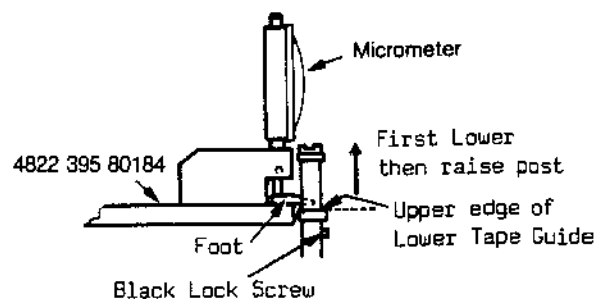

Fig. 2-12
- Die beiden Bandführungen P2 und P3 mit dem Einstellschraubendreher so stellen, daß die Höhe der in Fig. 2-12 dargestellten Lage entspricht, d.h., der Unterflansch der Bandführungen muß niedriger liegen als die Oberseite der Referenzplatte.
- Den Fuß des Mikrometers entsprechend Fig. 2-12 auf die Referenzplatte stellen.